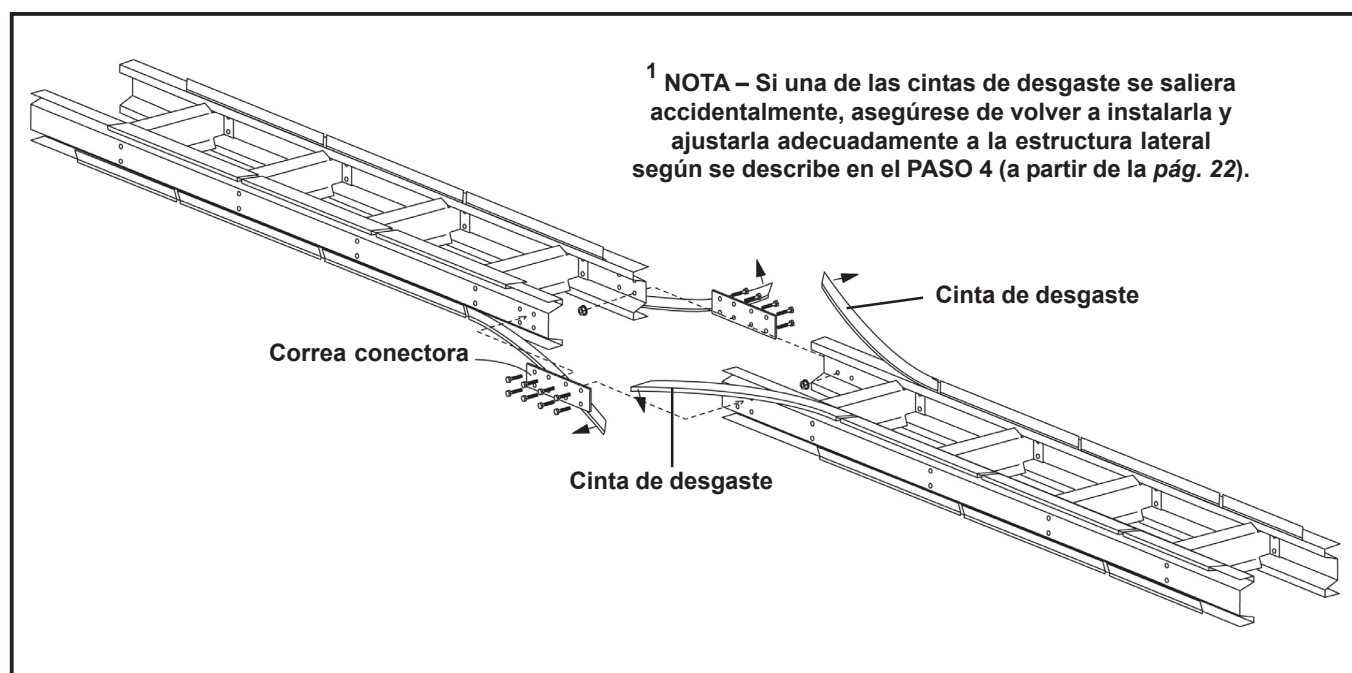

Figura 3: Aspectos generales del montaje de la sección de la cama
- Quite de la estructura lateral del transportador todas las cintas de desgaste para arrastre ubicadas en los extremos de las secciones de la cama¹ de modo que no interfieran con la conexión de las secciones de la cama (Figura 3).